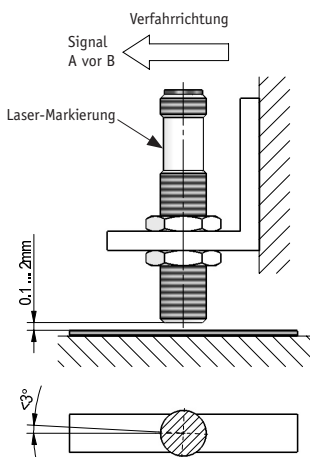

Abb. 6: Definition der Zählrichtung mit Magnetband und Montage Sensor/Magnetband, Abstandsmaße, Toleranzen
- Auf richtige Ausrichtung bezüglich der Zählrichtung achten (Abb. 6+7). Dies ist unerheblich falls sich die Zählrichtung in der elektronischen Auswertung umkehren läßt. (wie z.B. bei den Magnetbandanzeigen von SIKO)